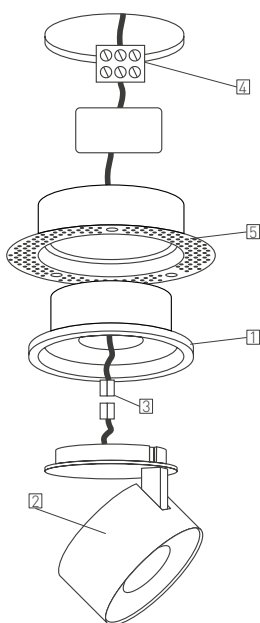

Рис. 2. Установка и подключение светильника
- Установите светодиодный модуль в корпус светильника (см. рис. 2), для чего соедините контакты питания [3] и установите светодиодный модуль [2] в корпус светильника [1], преодолевая упругое воздействие пружинных фиксаторов.